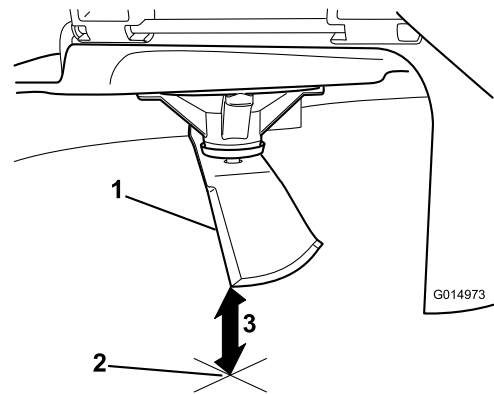

Figura 65
5. Mida desde la punta de la cuchilla hasta la superficie plana (Figura 65).